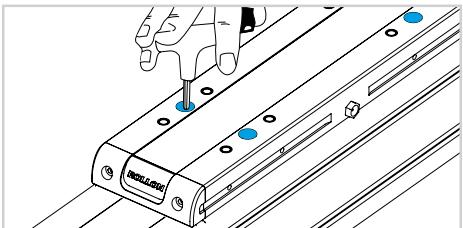

図 6
- 6) キャリッジの内側を固定しているネジを緩めて、取り外します(図 6)。